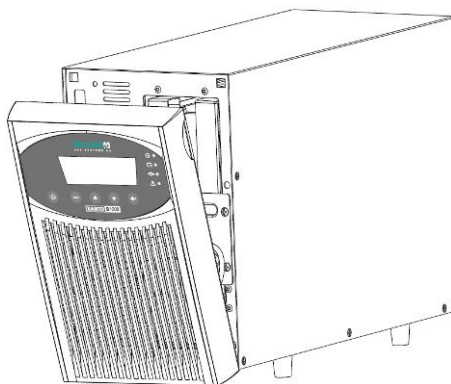

Figura 14: Rimozione del pannello frontale dall'UPS
1. Rimuovere il pannello frontale dell'UPS (vedi Figura 14).